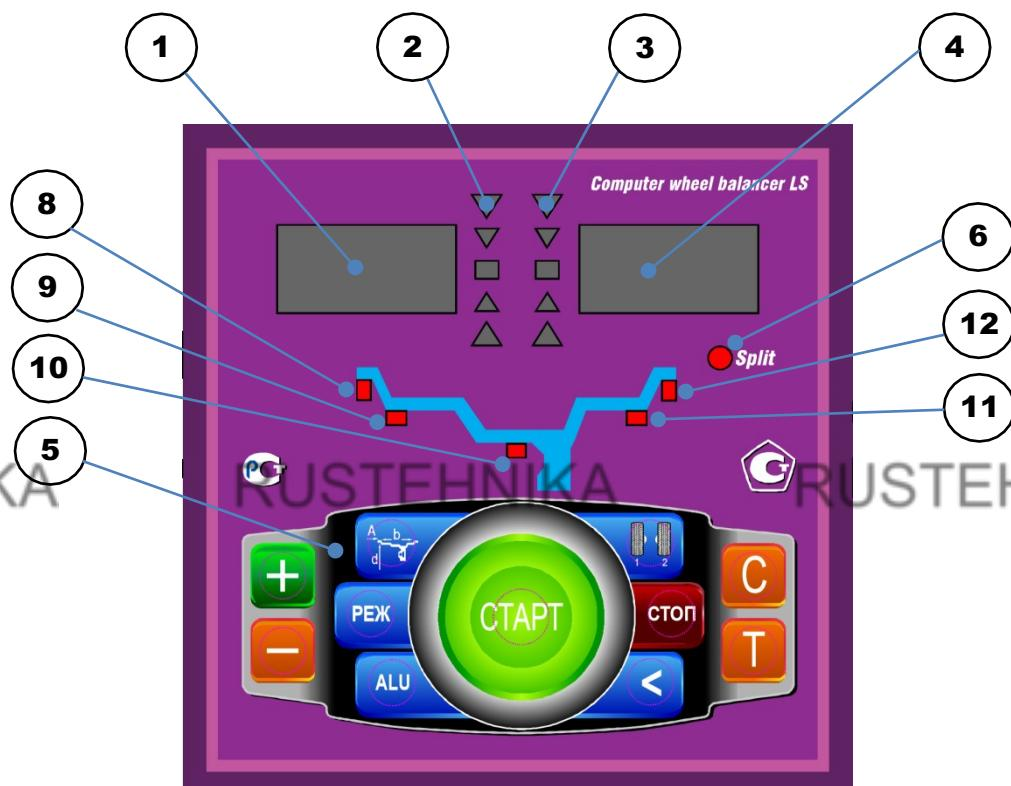

рис.8.1.
8.1. Общий вид лицевой панели показан на рис. 8.1.
При выдвижении штанги на индикаторах 1 (рис. 8.1) отображается значение параметра "A". Значение параметра "d" отображается на индикаторах 4.
Для ввода ширины нажмите кнопку "+" или "-" на индикаторах 1(рис.8.1) высветится "-b-", а на индикаторах 4 значение ширины диска. Через 2-3 сек после установки ширины индикаторы в режим отображения текущего дисбаланса.
Дважды нажать кнопку "A, d, b", после чего на индикаторах 1 (рис.8.1) загорается символ "A", а на индикаторах 4 исходная величина дистанции. Нажимая кнопки "-" и "+" установить на индикаторах 4 требуемую величину дистанции. Через 2-3 сек после установки дистанции показания на индикаторах 1 и 4 возвращаются к отображению текущего дисбаланса, а кнопки "-" и "+" возвращаются в режим ввода ширины обода.
11.1. Переключение схем ALU1-ALU5 осуществляется последовательным нажатием кнопки "ALU" при этом схема установки грузов отображается загоранием соответствующих светодиодов 8-12 (рис.8.1), кроме того, на индикаторах 1 отображаются символы ALU, а на индикаторах 4 номер 1-5. Через 2-3 сек. после установки требуемой программы ALU индикаторы 1-4 переходят в режим отображения дисбаланса.
12.3. Для входа в программу Split удерживайте кнопку РЕЖ, до того, как загорится светодиод 6 (рис.8.1) и на индикаторах 1 загораются символы "SPn", означающие, что необходимо ввести число спиц обода колеса, подлежащего балансировке. При этом на индикаторах 4 загорается цифра 5. Если число спиц колеса отличается от 5, кнопками "-" и "+" установить на индикаторах 4 фактическое число спиц колеса.
12.4. Запустите СБ. После остановки вала установите любую спицу обода колеса вертикально вверх (на 12 часов) и нажмите кнопку С. После чего, на индикаторе 1 и линейке 2 (рис.8.1) будут указаны величина и место установки корректирующего груза на внутренней плоскости.
Эта функция обеспечивается тем, что каждый раз при вводе новых геометрических параметров и установке требуемой программы ALU, предыдущее состояние запоминается. Для перехода от одного набора параметров к другому необходимо нажать кнопку "1-2". Визуальный контроль того, какие параметры установлены в данный момент, осуществляется нажатием "А, д, б" на индикаторах 4 (рис.8.1) будут последовательно отображены, установленные в данный момент диаметр, ширина обода и дистанция.
14.1. При включении тумблера питания СБ на индикаторах 1 (рис. 8.1) высвечивается трёхзначное число -номер версии программного обеспечения. Через 2-3 сек на индикаторах 1 и 4 должны загореться нули, кроме того должны загореться светодиоды 8 и 12, что свидетельствует о включении режима стандартной балансировки с установкой на обеих плоскостях коррекции грузиков на пружинках. На линейках 2 и 3 (рис. 8.1) должны загореться центральные светодиоды.
14.2. При включении СБ программа измерения дисбаланса настраивается таким образом, что дисбаланс менее 8 г ( заводская установка для легкового режима) на любой плоскости коррекции не показывается, в этом случае на индикаторах 1 и 4 (рис. 8.1) высвечиваются "0". Минимальный дисбаланс отображающийся на индикаторах 1 и 4 равен 8г. Дисбаланс, превышающий 8г, округляется до величины кратной 5, т. е. дисбаланс 9, 10, 11 и 12 г отображается цифрой 10, дисбаланс 13, 14,15, 16 и 17 г - цифрой 15 и т. д. Для просмотра неокруглённого значения дисбаланса или дисбаланса менее 8г. необходимо нажать кнопку "<", при этом на индикаторах 1 и 4 на 2-3 сек высвечиваются фактические значения дисбаланса, определённые в данном запуске.